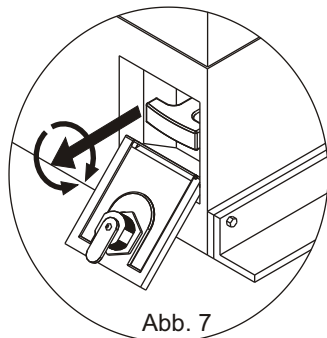

Abb. 7
- Den Entriegelungshebel nach aussen ziehen und gegen die Spannung der internen Feder arbeiten (Abb. 7)